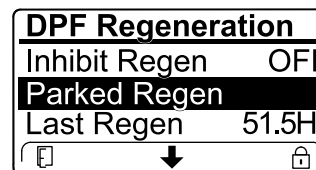

Figura 50
- Si el ordenador del motor solicita una regeneración de recuperación o si está procesando una regeneración de recuperación y se desplaza hasta la opción PARKED REGEN (Regeneración con la máquina aparcada), la regeneración con la máquina aparcada se bloquea y aparece el icono del candado (Figura 50) en la esquina inferior derecha del InfoCenter.